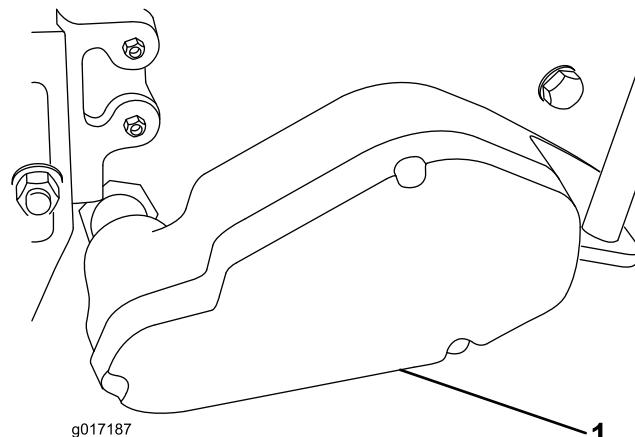

Figure 10
25. Installez le couvercle du logement à l'aide des 3 vis à tête creuse et rondelles de butée fournies avec le kit (Figure 10).